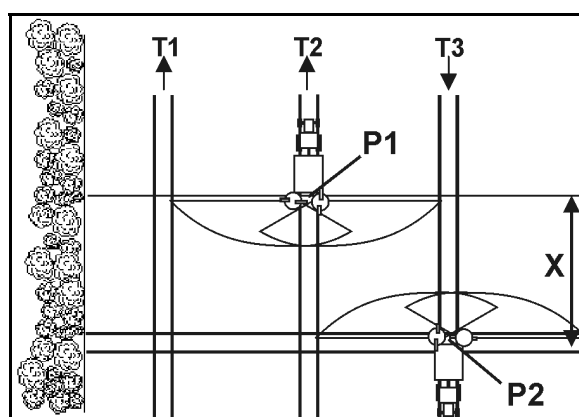

Fig. 64
- Aprire le paratoie di chiusura dopo l'ingresso nella pista sul punto P1 (Fig. 64), se i dischi spargitori distano del tragitto X dalla pista della capezzagna.
- Chiudere le paratoie prima dell'uscita dalla pista sul punto P2 (Fig. 64), se i dischi spargitori si trovano all'altezza della prima pista della capezzagna.